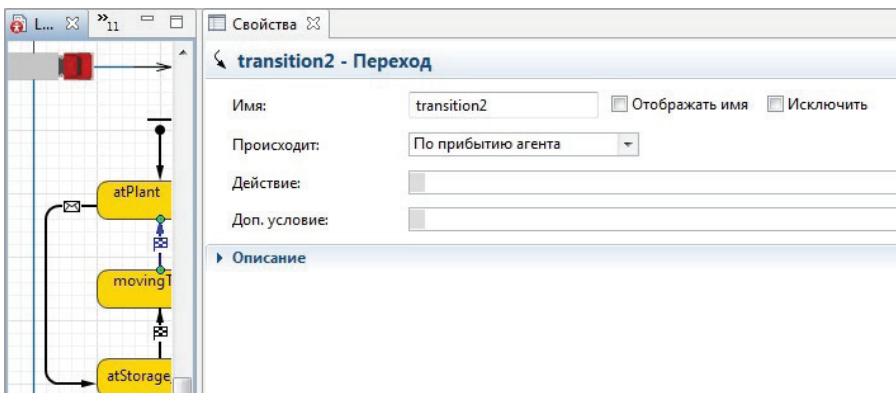

Рис. 6.42. Переход из состояния **movingToPlant** в состояние **atPlant** в агенте **Lorry**
- в переходе из состояния **movingToPlant** в состояние **atPlant** в действиях ничего не должно остаться (рис. 6.42).